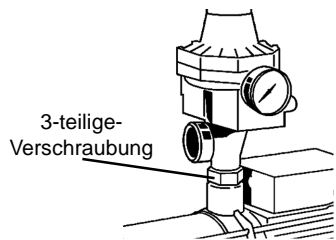

Bild 2
- Durchflusswächter KIT-02 mittels der vormontierten 3-teiligen-Verschraubung dicht auf den Druckstutzen der Pumpe verschrauben, siehe Bild 2.